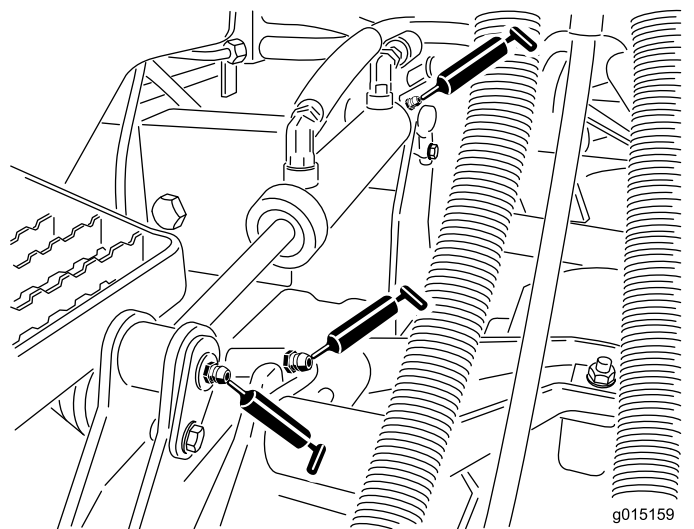

图 50
- 提升臂轴套每个滚刀组 1 个(图 50)
- 提升油缸轴套每个滚刀组 2 个(图 50)